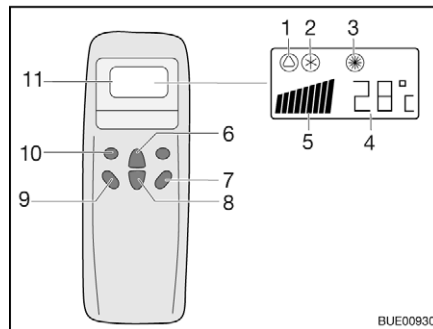
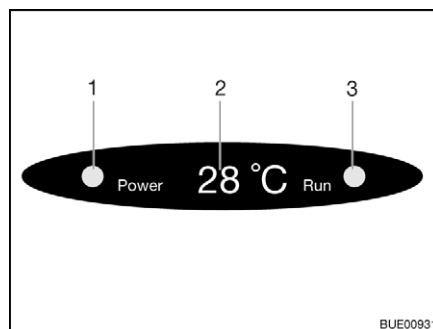

Fig. 210 Telecomando
Fig. 211 Display su diffusore
- Premere il tasto "ON/OFF" (Fig. 210,7).
- Premere il tasto "Mode" (Fig. 210,10) spesso, finché la modalità desiderata (Fig. 210,1, 2 o 3) viene visualizzata sul display. La spia di controllo relativa sul display sul diffusore (Fig. 211,3) si accende.
- Con i tasti di aumento della temperatura (Fig. 210,6) o di riduzione della temperatura (Fig. 210,8) regolare la temperatura desiderata.
- Con il tasto numero di giri ventola (Fig. 210,9) selezionare il livello desiderato per la ventola.